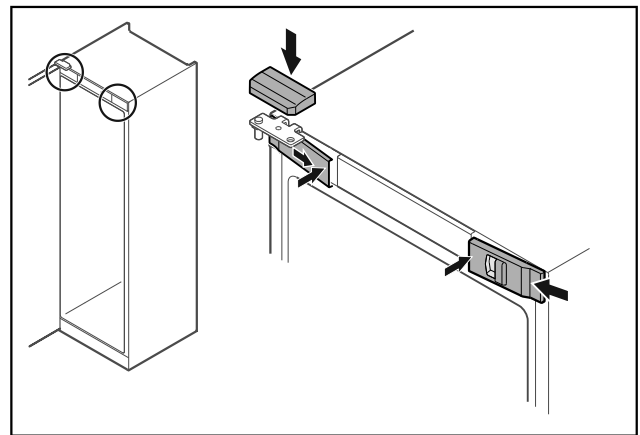

Fig. 47
- Voorste afdekkingen Fig. 47 (1) zijdelings aanbrengen en van binnen vastklikken.
- Bovenste afdekking Fig. 47 (2) van boven vastklikken.